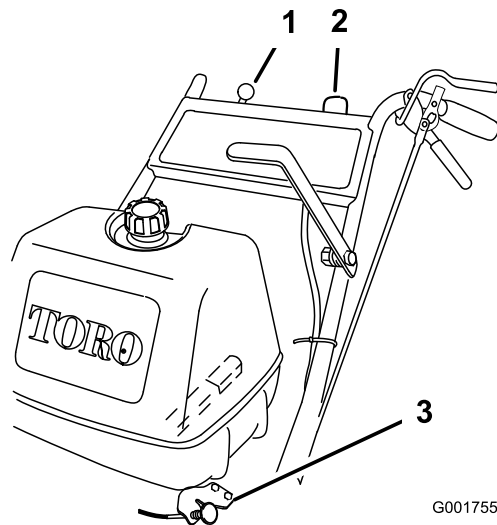

Figure 8
5. Tournez la clé de contact à la position marche (Figure 8).
8. Sortez le starter si le moteur est froid (Figure 8).
1. Placez la commande d'accélérateur à la position bas régime (Figure 8).